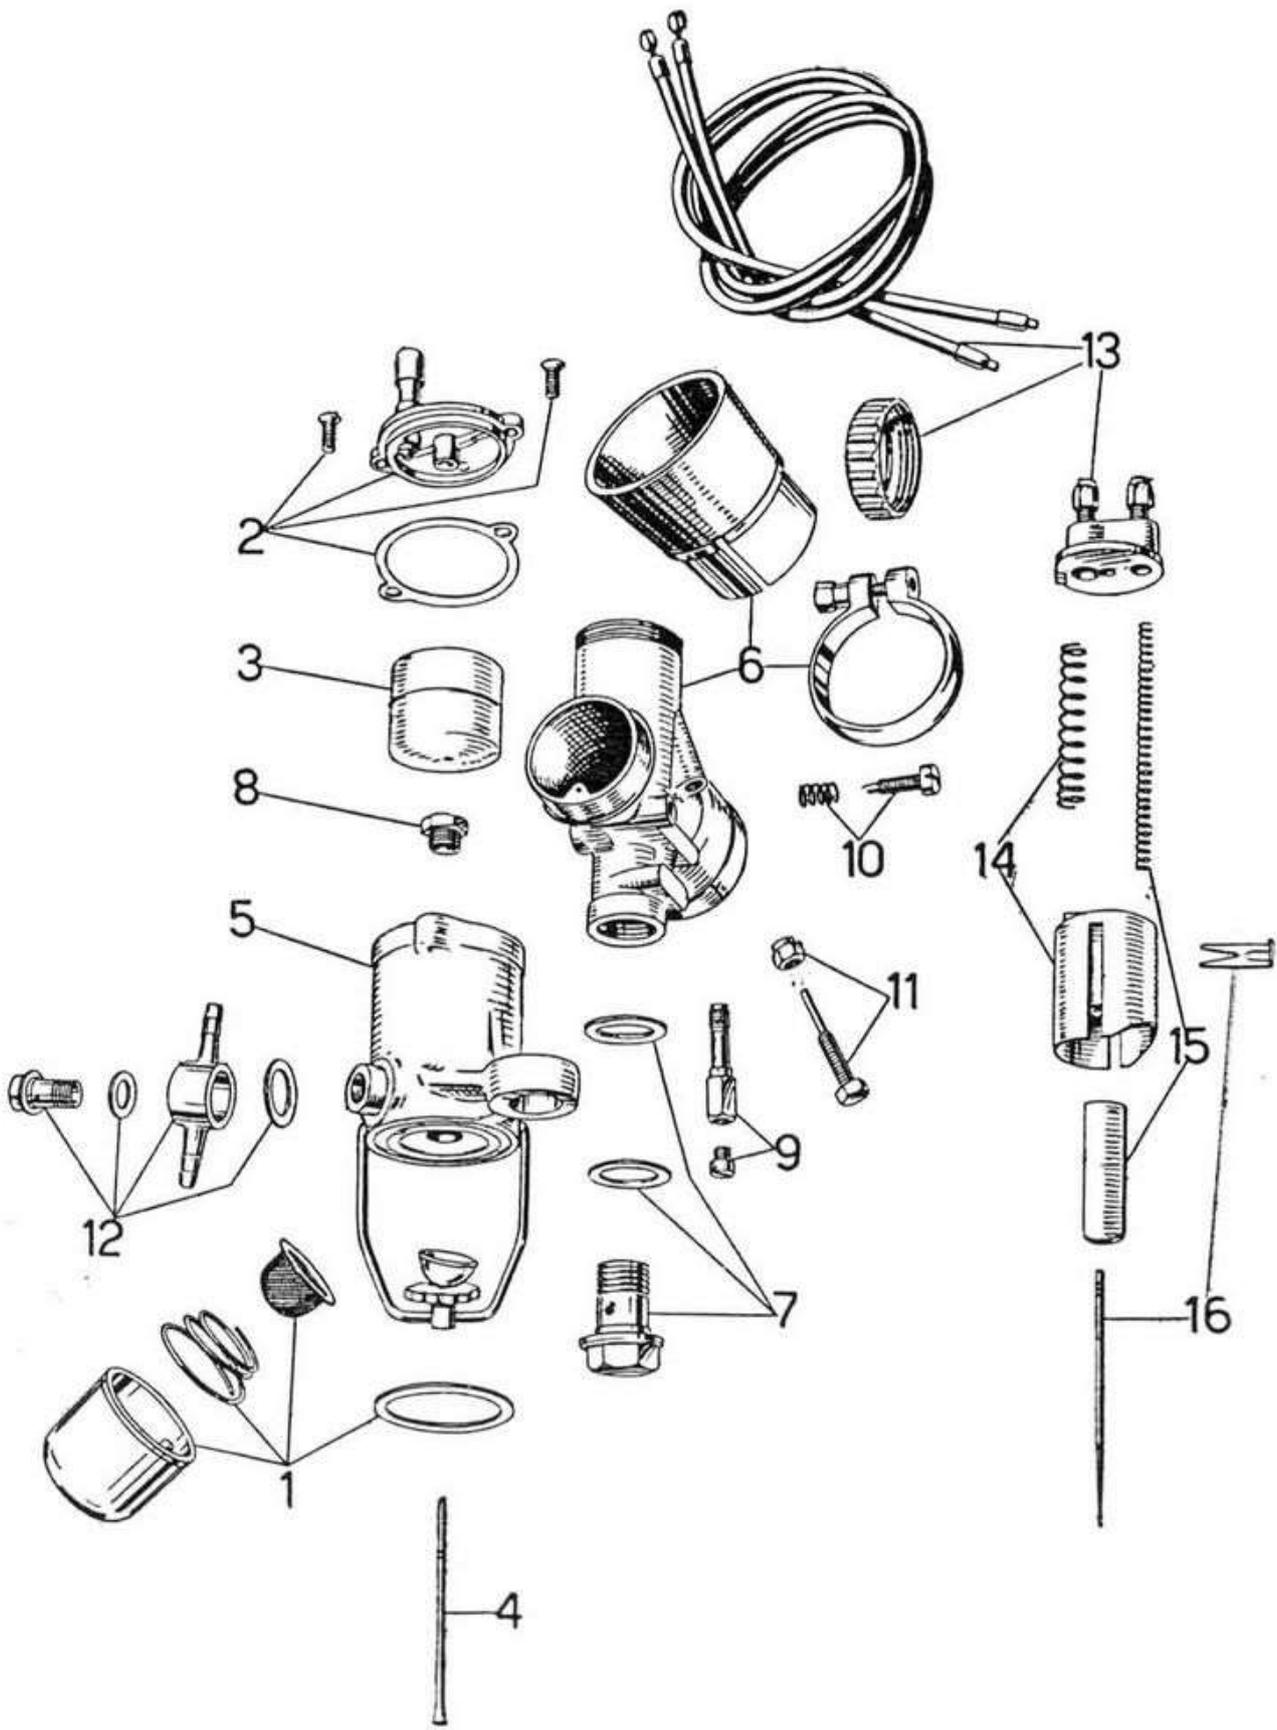

Fig. 11
(Vedere fig. 11)
**Fig. 11 bis**
trante come dimostrato a fig. 11 bis; indi pulirlo accuratamente con petrolio e getto d'aria.